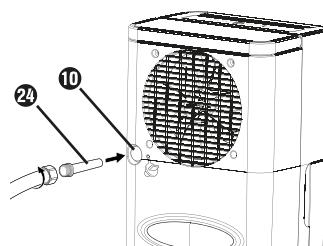

Fig. 5
- ◆ Skru nu en haveslange på EU-haveslangeadapteren ②4 ved anvendelse af EU-haveslangeadapteren ②4 (se fig. 5).